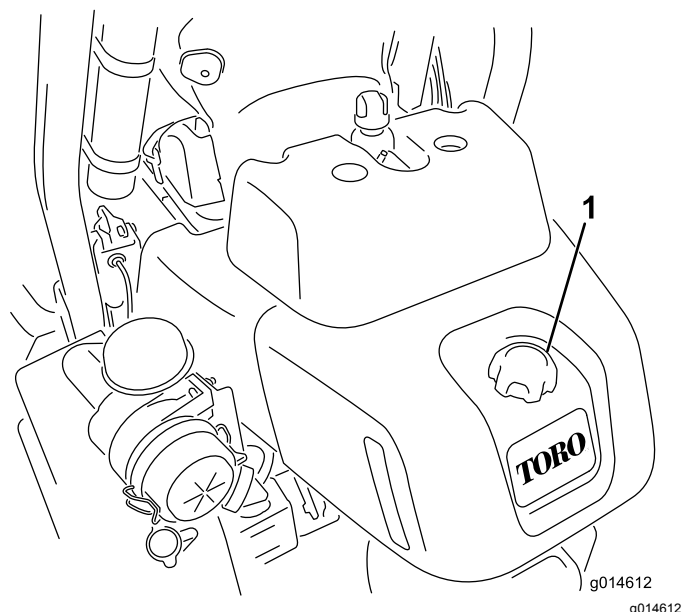

Figura 22
1. Limpie alrededor del tapón del depósito de combustible (Figura 22).